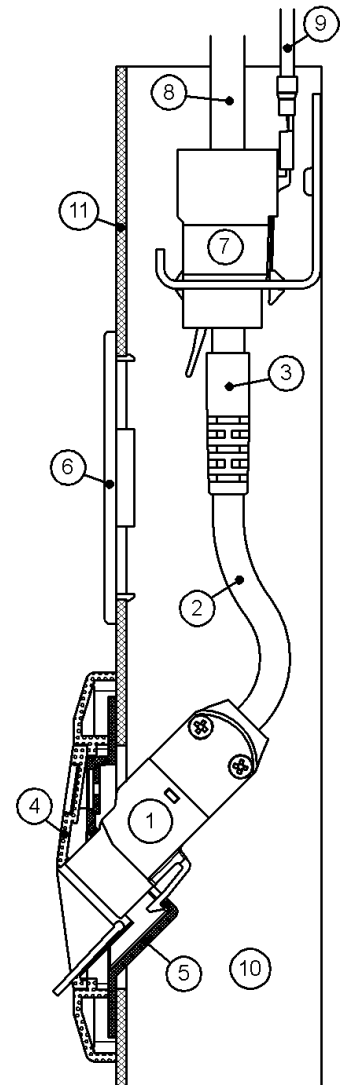

Abbildung 3 Einbau im Kabelkanal
Die nebenstehende Abbildung 3 zeigt eine typische Einbausituation in einem Kabelkanal ⑩. Der Netzwerkisolator EN-66K ① ist in eine auf die Kanalabdeckung ⑪ aufgesetzte, Keystone-kompatible Anschlussdose eingesetzt, die üblicherweise aus einem Tragrahmen ⑤ und einer Auslassblende ④ besteht. In das mit einem RJ45-Buchsenmodul ⑦ terminierte Ende des festverlegten Datenkabels ⑧ wird der RJ45-Stecker ③ des Netzwerkisolators eingesteckt. Bei einer Nachrüstung einer bestehenden Datenleitung mit einem Netzwerkisolator EN-66K, kann das bereits vorhandene RJ45-Buchsenmodul aus der Anschlussdose in den Kabelkanal ⑩ zurückgesetzt und für den Anschluss des Netzwerkisolators genutzt werden.